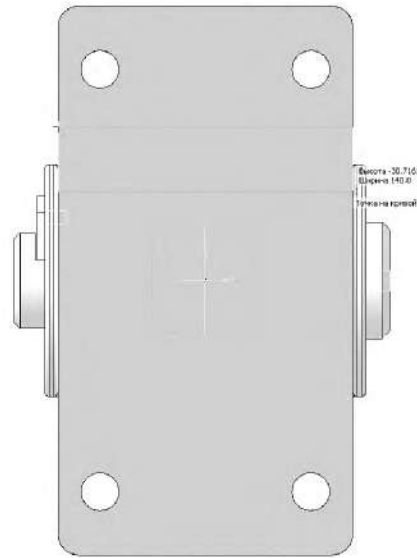

Рисунок 3.49. Построение прямоугольника
3.2.2 Постройте прямоугольник . Положение его вершин укажите на вертикальных ребрах основания с помощью привязки **Точка на кривой** (рисунок 3.49).